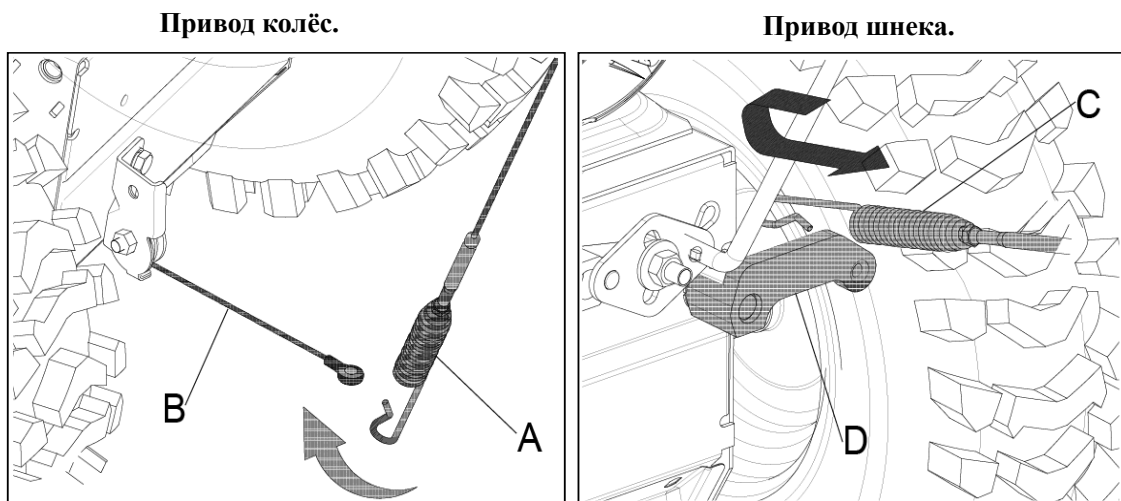

Рис.2
4.1. Сборка троса управления приводом колес и шнека (Рис.2).
Прикрепите нижнюю часть левого троса (А) к выходящему из трансмиссии тросу (В), а правый трос (С) к нижней опоре (D) Рис.2.